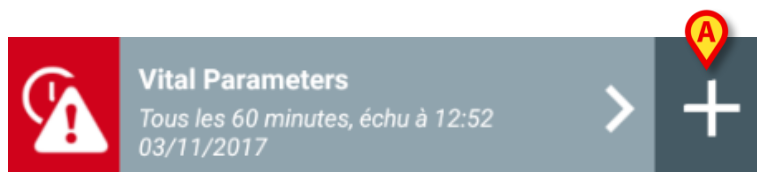

Fig 59
- taper sur le bouton “+” placé à droite de l'ensemble de données dédié (Fig 59 **A**).